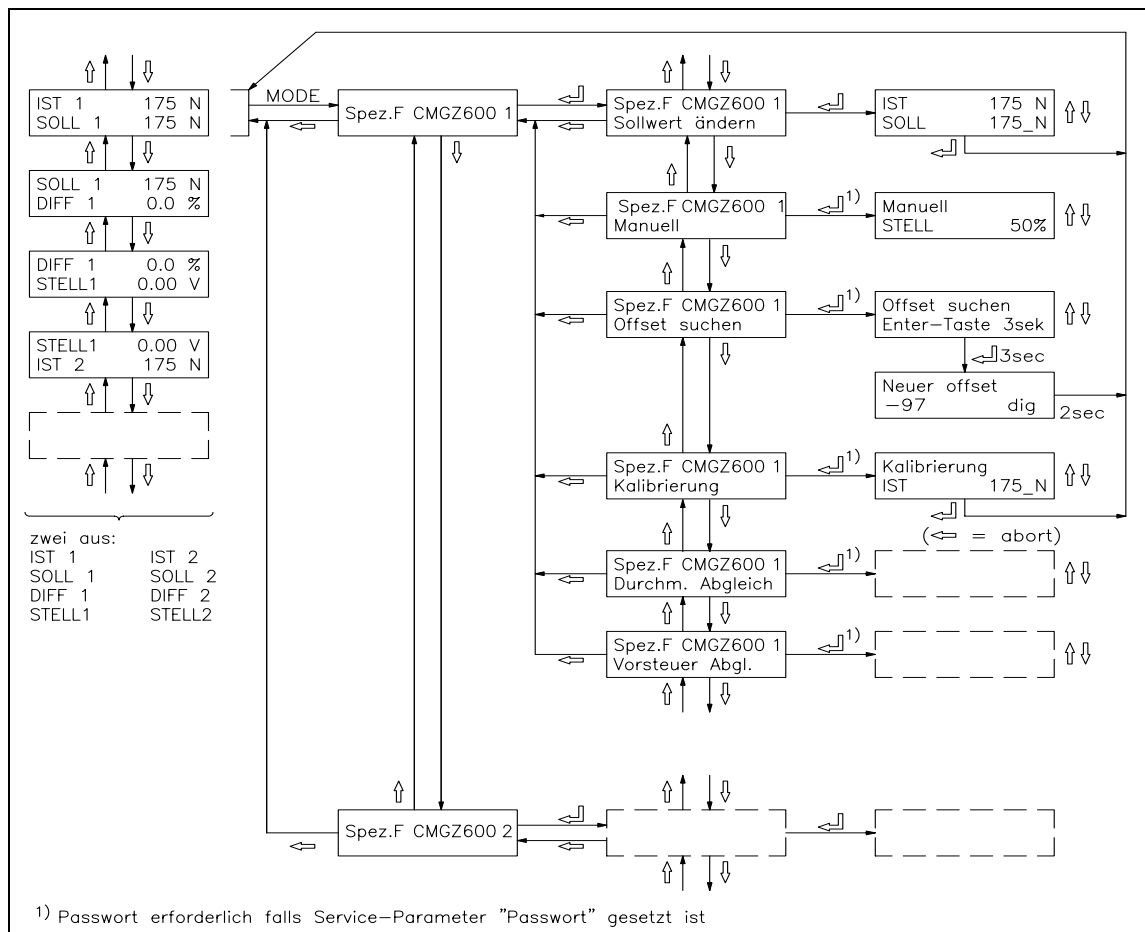

Bild 15: Statusdiagram Hauptbedienebene CMGZ612
- Taste MODE drücken. Mit den Tasten \uparrow \downarrow \leftarrow das Modul *Spez.F CMGZ600 1* und die Spezialfunktion *Offset finden* suchen und anwählen (Bild 15).
- Taste MODE drücken. Mit den Tasten \uparrow \downarrow \leftarrow das Modul *Spez.F CMGZ600 1* und die Spezialfunktion *Kalibrierung* suchen und anwählen (Bild 15).
- Mit den Tasten \uparrow \downarrow die dem Gewicht entsprechende Kraft einstellen in der Anzeige und Eingabe abschliessen mit Taste \leftarrow (Bild 15). Die Elektronik berechnet automatisch den neuen Gain-Faktor. Die Anzeige kehrt zurück ins Hauptbild.
Die oben beschriebene Kalibrierung des Messverstärkers gilt für Modul 1. Sie muss auch für Modul 2 durchgeführt werden. Dazu werden die Spezialfunktionen aus Modul *Spez.F CMGZ600 2* verwendet (siehe Bild 15).
- Spezialfunktion *Sollwert ändern* aufrufen (siehe Bild 15). Neuen Sollwert mit den Tasten \uparrow \downarrow eingeben und speichern mit Taste \downarrow .